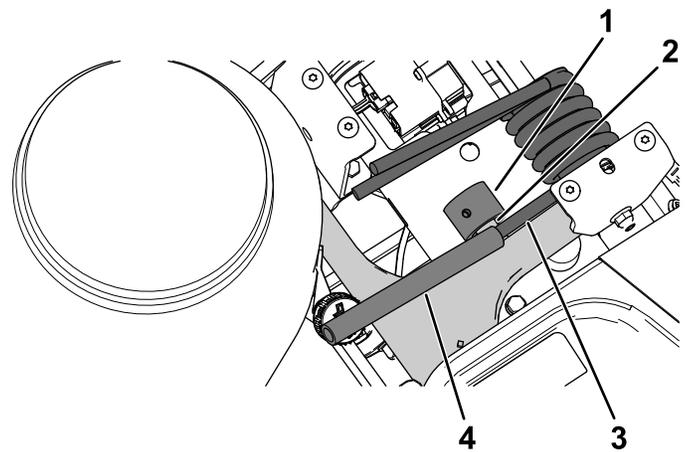

Figura 3
3. Fate scorrere il distanziale della molla sul perno del braccio oscillante (Figura 3).
4. Con una mano, estraete sollevandola l'estremità della molla a torsione dal perno del braccio oscillante e fate scorrere il distanziale tra la molla a torsione e il perno del braccio oscillante (Figura 3).